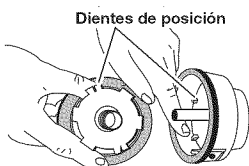

Fig. 16
5. Cerciérese de que los dientes de posición del carrete interior y la bobina exterior no estén desgastados (Fig. 16). Si fuera necesario, quite las rebabas o cambie el carrete y la bobina.